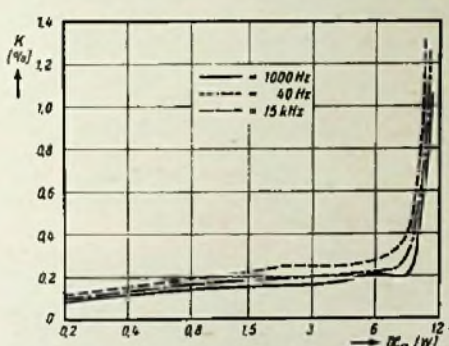

Bild 6. Verlauf des Klirrfaktors in Abhängigkeit von der Ausgangsleistung bei 40 Hz, 1000 Hz und 15 000 Hz
Mitkopplung oder positive Rückkopplung erfolgt hier durch die sogenannte Interkatodenkopplung der beiden Triodensysteme R 3 über den Widerstand R 8. Die Gegenkopplung, die negative Rückkopplung also, läuft direkt vom Ausgang über den Widerstand R 9. Vorbedingung für einen hohen Wert der positiven Rückkopplung, die dem niedrigen Klirrfaktor zugute kommt (Bild 6), ist das Fehlen phasendrehender Elemente in der NF-Vorstufe mit R 3 und in der Endstufe selbst; nummehr läßt sich die Gegenkopplung über einen breiten Frequenzbereich durchführen.
- Mittellager 6 G (Heft 8, Seite 200, Bild 6): 94 mm in 90 mm und 20 mm in 16 mm ändern